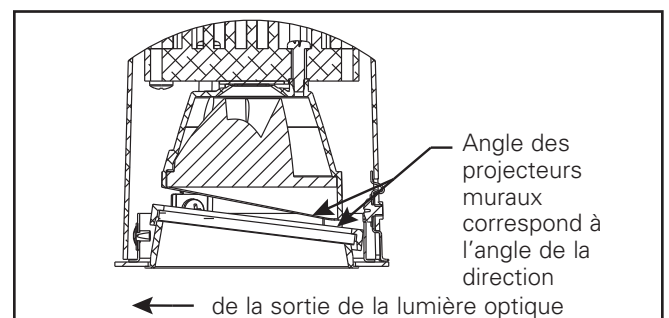

Figure 9
2. Pour une installation adéquate de la garniture murale, (voir la Figure 9).
2. Retirez le couvercle de la boîte de jonction (Figure 9).